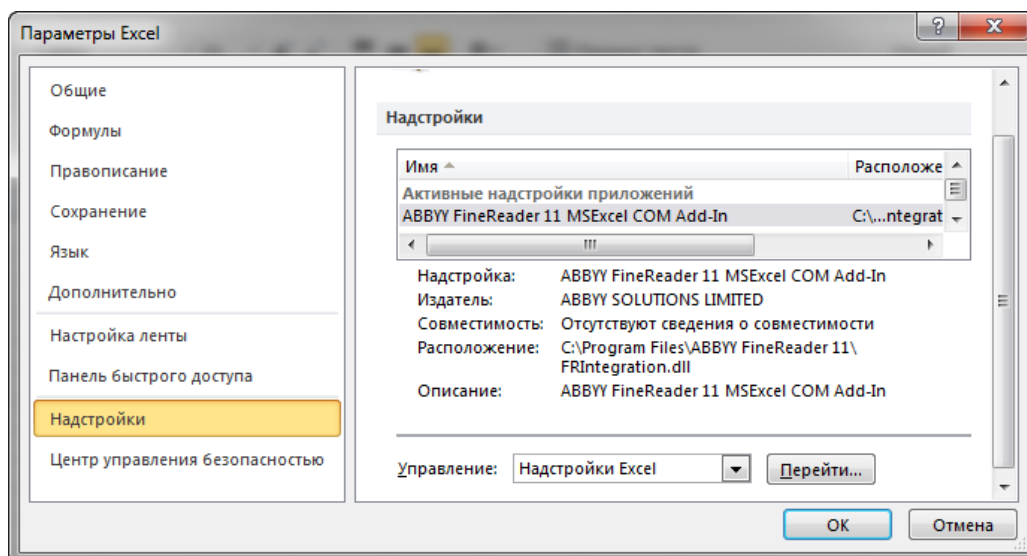

Рис. 1.2
2. В диалоговом окне Параметры Excel выбрать категорию Надстройки (рис. 1.2).